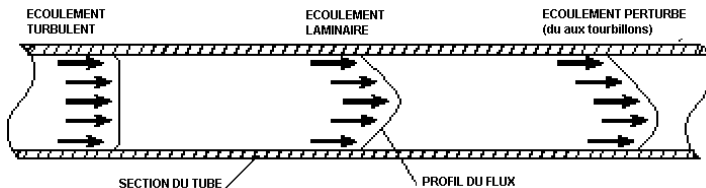

Fig. 3
- Il existe principalement deux types de flux : **le flux turbulent** et **le flux laminaire** (voir Fig. 3).